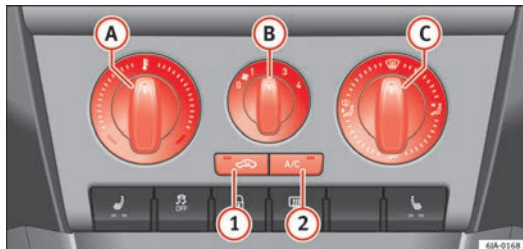

Fig. 98 Climatizzatore: elementi di comando
L'impianto di raffreddamento funziona solamente se il tasto  (2) ⇒ fig. 98 ⇒ pagina 135 è premuto e sono soddisfatti i seguenti requisiti:
- La temperatura aumenta ruotando il comando **A** ⇒ fig. 98 verso destra.
- Azionare il ventilatore, ruotando il comando **B** ⇒ fig. 98 fra le posizioni da 1 a 4.
- Ruotando il comando  ⇒ fig. 98, si regola l'afflusso d'aria alle rispettive bocchette ⇒ pagina 132.
- Premere il tasto  ⇒ fig. 98 e la spia all'interno del tasto si accende.
- Comandi A ⇒ fig. 98 ⇒ pagina 135, B, C e tasti 1 e 2.
- Premere il tasto 1 ⇒ fig. 98 ⇒ pagina 135, la spia all'interno del tasto si accende.
- Premere nuovamente il tasto  ① ⇒ fig. 98 ⇒ pagina 135, la spia all'interno del tasto si spegne.
Se il regolatore della ripartizione del flusso dell'aria  ⇒ fig. 98 ⇒ pagina 135 è in posizione , il ricircolo dell'aria si spegne automaticamente. Premendo il tasto  è possibile riaccendere il ricircolo dell'aria in questa posizione.